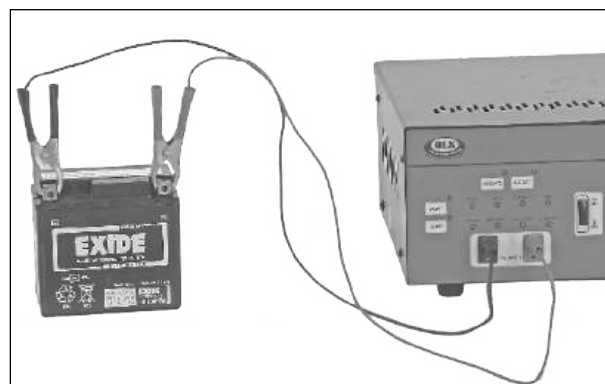

Fig. 5.90
- Conecte o fio positivo do carregador de bateria (cor vermelha) ao terminal positivo (+) da bateria e o fio negativo do carregador (cor preta) ao terminal negativo (-) da bateria, conforme mostrado na figura. (Fig. 5.90)